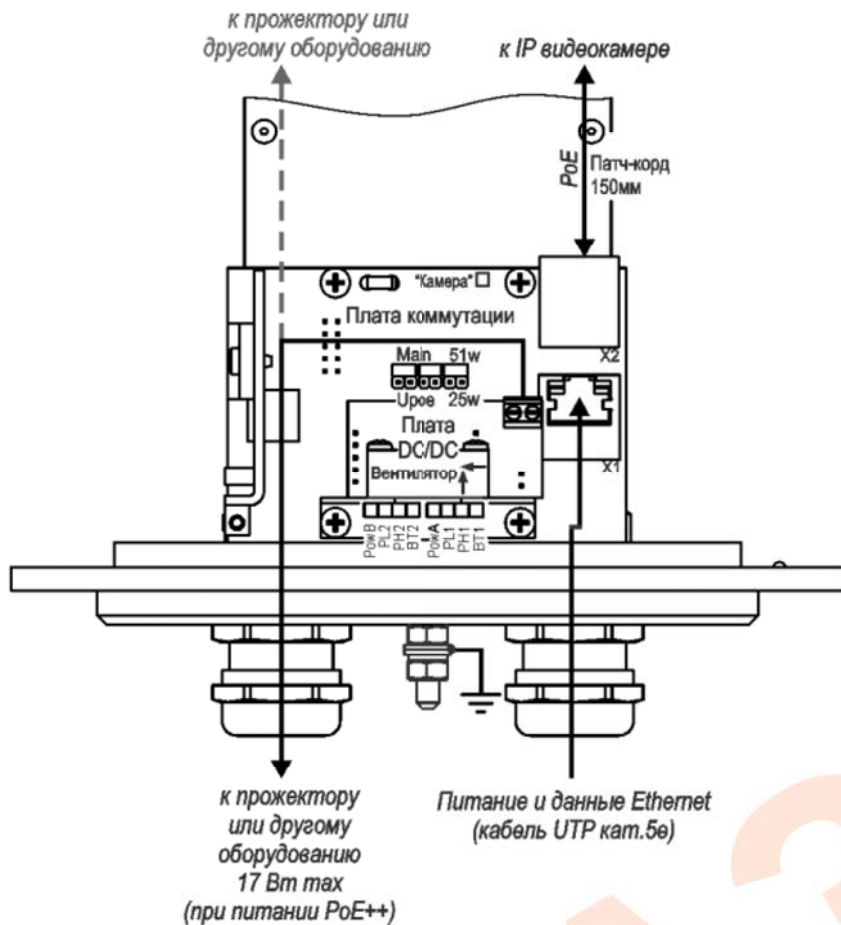

Рисунок 4 – Подключение ТГБ-11-PoE++
7. Для ТГБ-11-РоЕ++ подключить внешний кабель UTP кат.5е к инжектору или коммутатору (PSE – power sourcing equipment), при этом на плате коммутации загорятся индикаторы (рисунок 4) согласно таблице 4.
При плюсовой температуре, загорится индикатор «Камера» (рисунок 4).
По состоянию индикаторов на плате коммутации (см. рисунок 4 и таблицу 4) убедиться, что мощность, получаемая от PSE, не ниже запрашиваемой.
При использовании прожектора или другого внешнего оборудования ввести через кабельный ввод внешний кабель от прожектора и, соблюдая полярность, подключить его к разъему «+12 В» на плате DC/DC (см. рисунок 4).